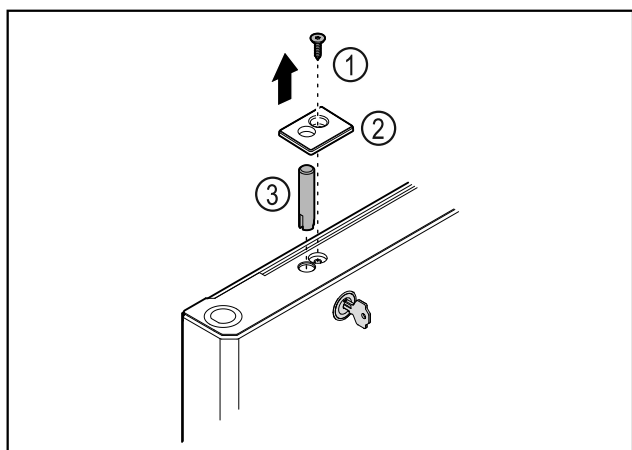

Fig. 43
- ▶ Retirar el tornillo Fig. 43 (1).
- ▶ Descajar la cubierta Fig. 43 (2) con un destornillador pequeño y retirarla.
- ▶ Extraer el perno de cierre Fig. 43 (3).